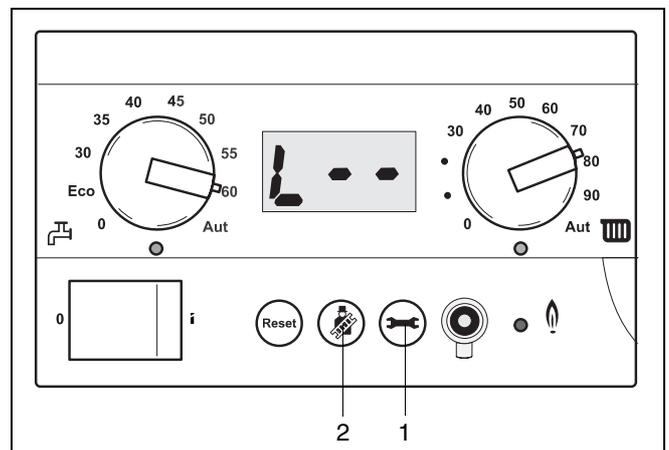

Fig. 24 Potenza massima di riscaldamento
- Premere contemporaneamente i tasti spazzacamino e di manutenzione (fig. 24, pos. 2 e 1), fino a quando compare una "L—" sul display (vedi fig. 24).
- La regolazione deve essere confermata premendo due volte il tasto di manutenzione (fig. 24, pos. 1).